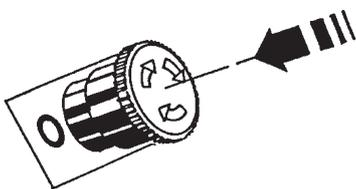

Figure 11
- Bouton d'arrêt d'urgence rouge pressé (figure 11)